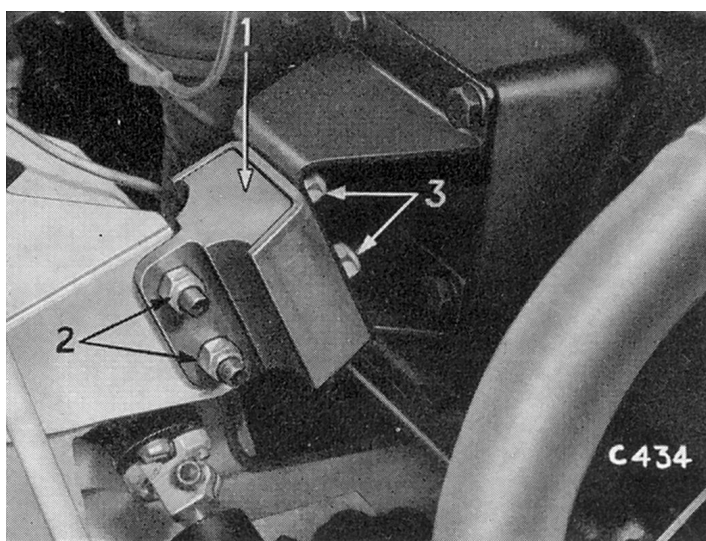

Fig. 20. Support moteur avant
- Les supports avant du moteur (1) Fig. 20.
- Les supports de montage avant (1) Fig. 20.